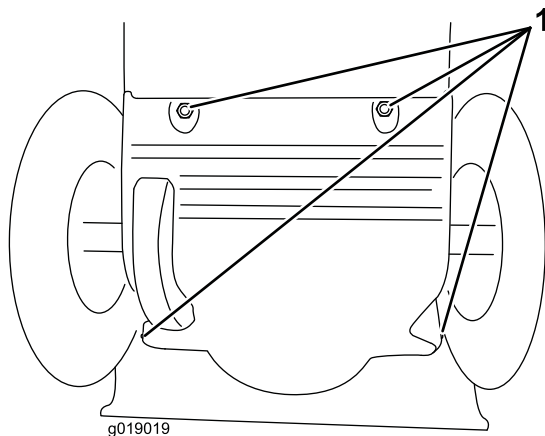

Figure 39
3. Retirez le couvercle arrière (Figure 39).